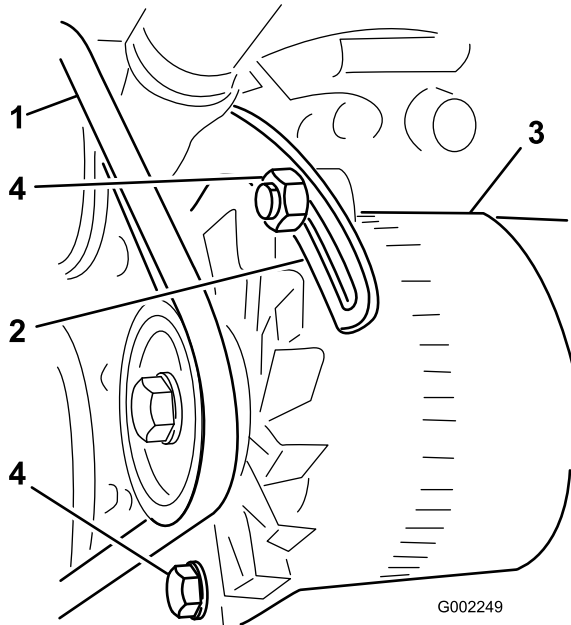

Figure 84
- Démarrez le moteur en ayant serré légèrement le bouchon sur le radiateur (Figure 84).
3. Desserrez les boulons de fixation du renfort au moteur et le boulon de fixation de l'alternateur au renfort (Figure 84).